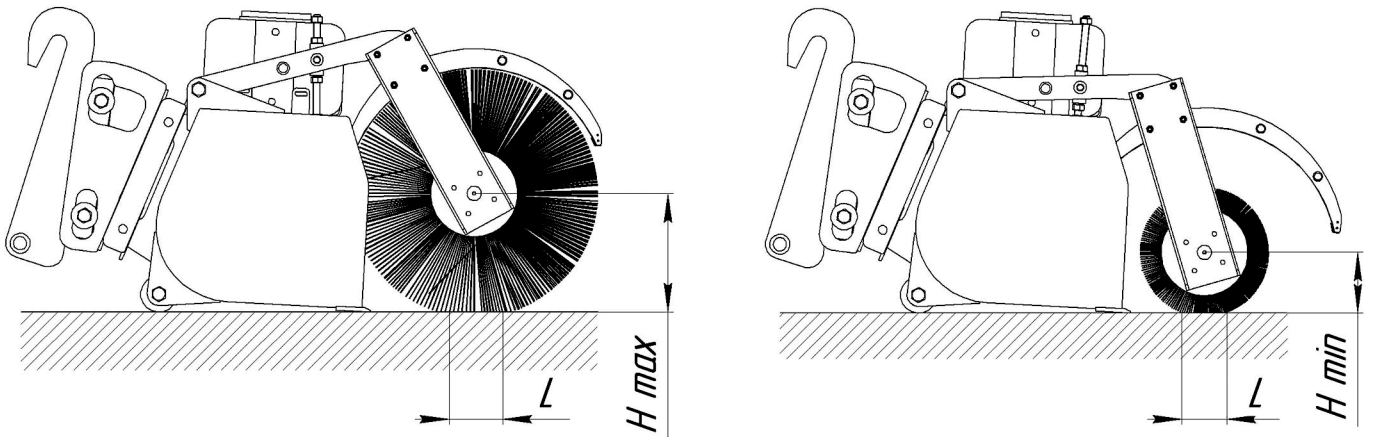

Рисунок 6 - Износ барабана
4. Подметающий барабан, при соприкосновении с очищаемой поверхностью, образует пятно контакта, размер которого (L) не должен превышать 100 мм в ширину по всей длине подметающего барабана (Рис. 6). Данное условие обеспечит оптимальный баланс эффективной очистки к скорости износа щетины.